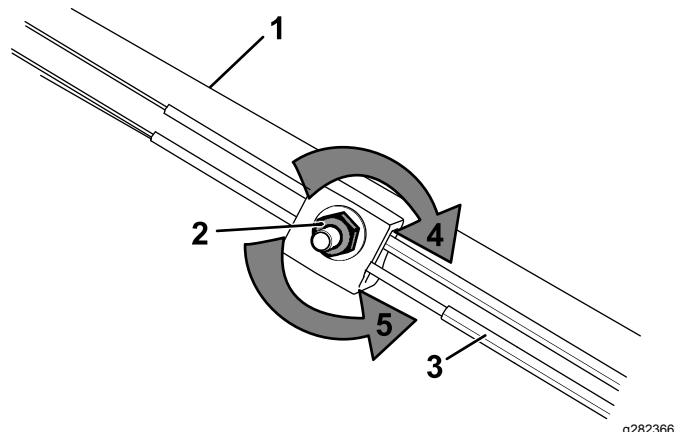

Figure 21
1. Tournez l'écrou de réglage dans le sens antihoraire pour desserrer le réglage du câble (Figure 21).